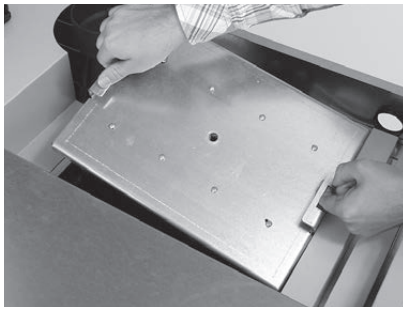

Fig. 59 Deckel herausheben
- ▶ Verschraubung beim Deckel aufdrehen und Deckel herausheben – Fig. 58, Fig. 59.